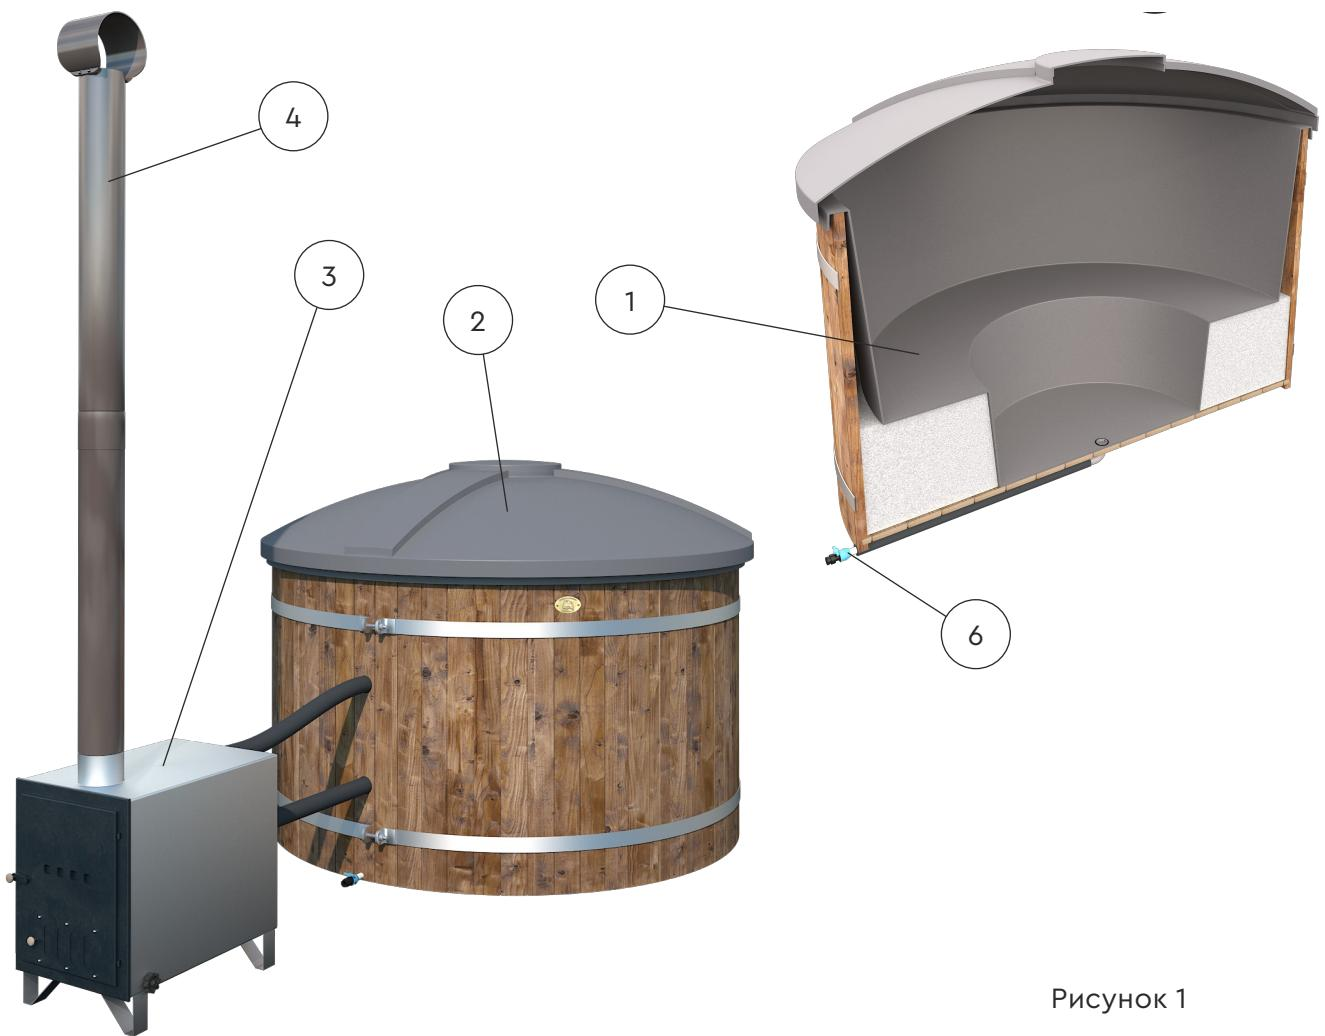

Рисунок 1
**Купальная бочка** — часть купальной бочки, заполненная водой (см. рисунок 1).
6. Сливной кран купальной бочки см. рисунок 1